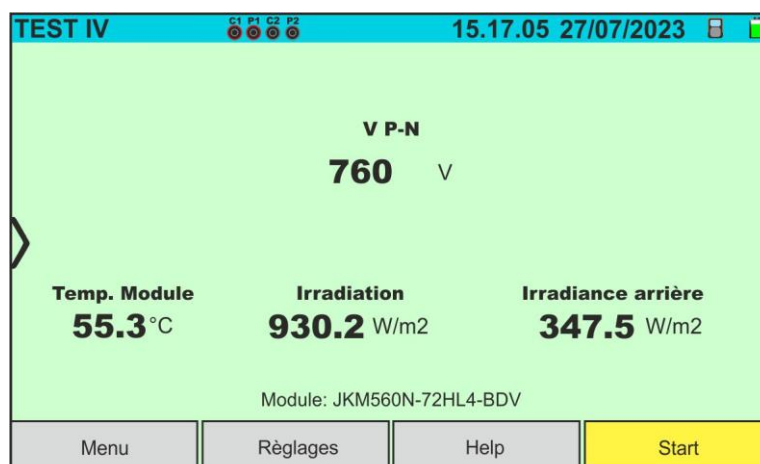

Fig. 36 : Couverture initiale mesure courbe I-V sur modules double face
5. Dans le cas de modules **Biface**, l'écran de la Fig. 36 est présent à l'écran. Les paramètres suivants sont affichés :